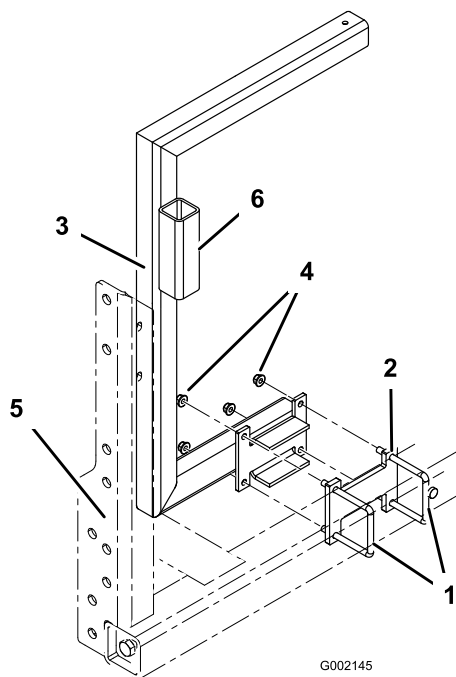

Figura 3
2. Instale el soporte derecho del carrete de la manguera (el que lleva el tubo de soporte de la pistola de pulverización) en el bastidor del vehículo sobre los 2 pernos en U y el espaciador instalados anteriormente (Figura 3). Sujete los bastidores con 4 tuercas con arandela prensada (3/8 pulgada). El soporte debe rodear la parte trasera del depósito.